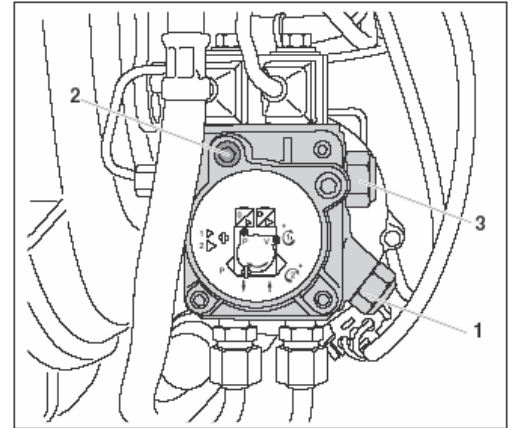

Fig. 1 Indstilling af tryk
- Monter manometer i "P" (se fig.1)